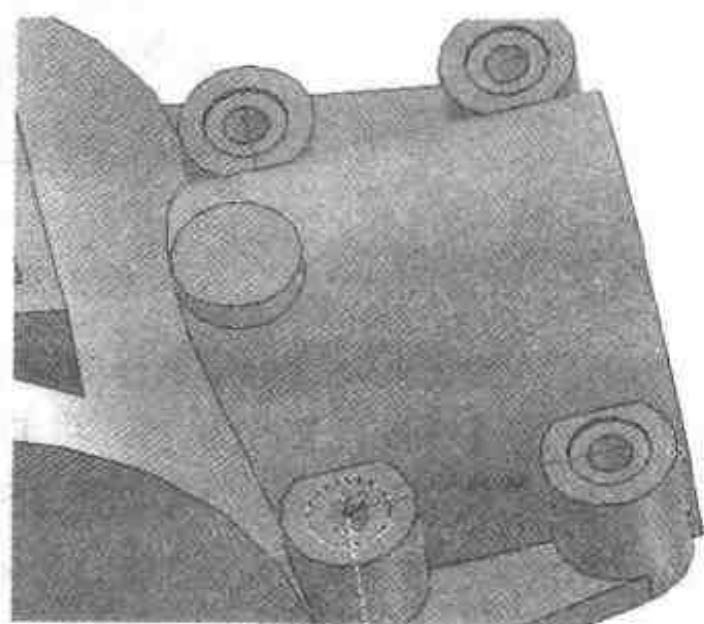

图 2.40 生成孔阵列
- (5) 在弹出的对话框中选择【沉头孔】，将孔直径改为 17，孔深度改为 75，沉孔深度改为 2，沉孔直径改为 32，单击【确定】按钮。
- (6) 同凸台造型步骤(3)一样打开【三维球】，单击二维手柄使第一方向轴线出现，然后右击智能手柄选择【生成矩形风格】命令，在【第一方向矩】文本框中输入“100”，在【第二方向矩】文本框中输入“190”，单击【确定】按钮，结果如图 2.40 所示。